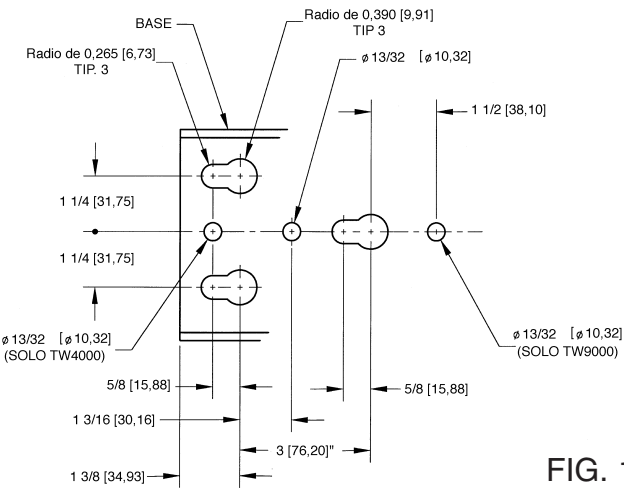

FIG. 1
4. El cabrestante tiene en su base ranuras en forma de bocallave para usarlas con los espárragos de reborde de montaje rápido. (Ver la FIG. 1.) Si se desea usar espárragos de montaje rápido (accesorio DL N° 6365), se los debe instalar bien sujetos en el pedestal del cabrestante. Después de colocar el cabrestante en los espárragos, poner un perno M10 en uno de los otros agujeros disponibles para mantener el cabrestante firmemente sujeto en su lugar.